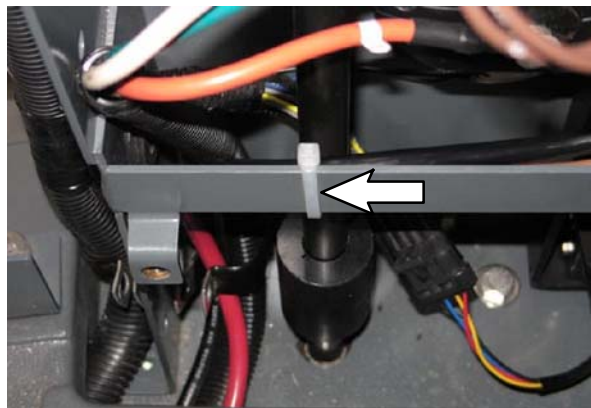

FIG. 39
13. Utilice una brida de sujeción para fijar el conjunto de cables al elemento cruzado inferior del canal de dirección para alejar el conjunto de cables del eje de dirección (1). (Fig. 39)